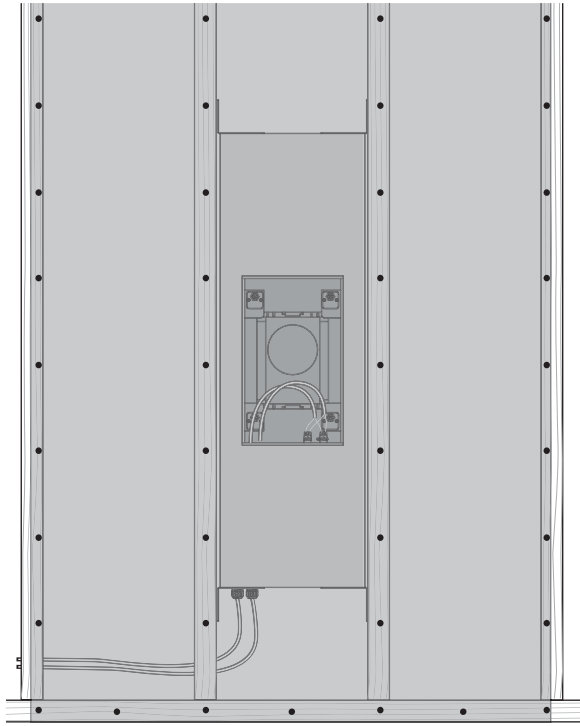

Fig. 6. Vis à cloison sèche.
- 1. L'installation de cloisons sèches autour de l'emplacement de la boîte arrière est mieux effectuée en utilisant une seule grande feuille avec la ligne centrale verticale centrée sur la ligne centrale verticale de la boîte arrière (Fig. 6). Alternativement, la couverture peut être laissée en place et la cloison sèche installée en quatre sections autour de la couverture.